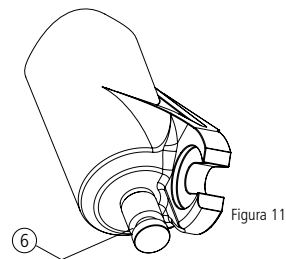

Figura 11
Para regular a velocidade de retorno utilize o botão (6) que esta localizado na parte inferior do monobloco na perna hidráulica (Figura 11). Gire o botão (6) no sentido anti-horário para deixar o retorno mais lento e no sentido horário para deixar mais rápido.